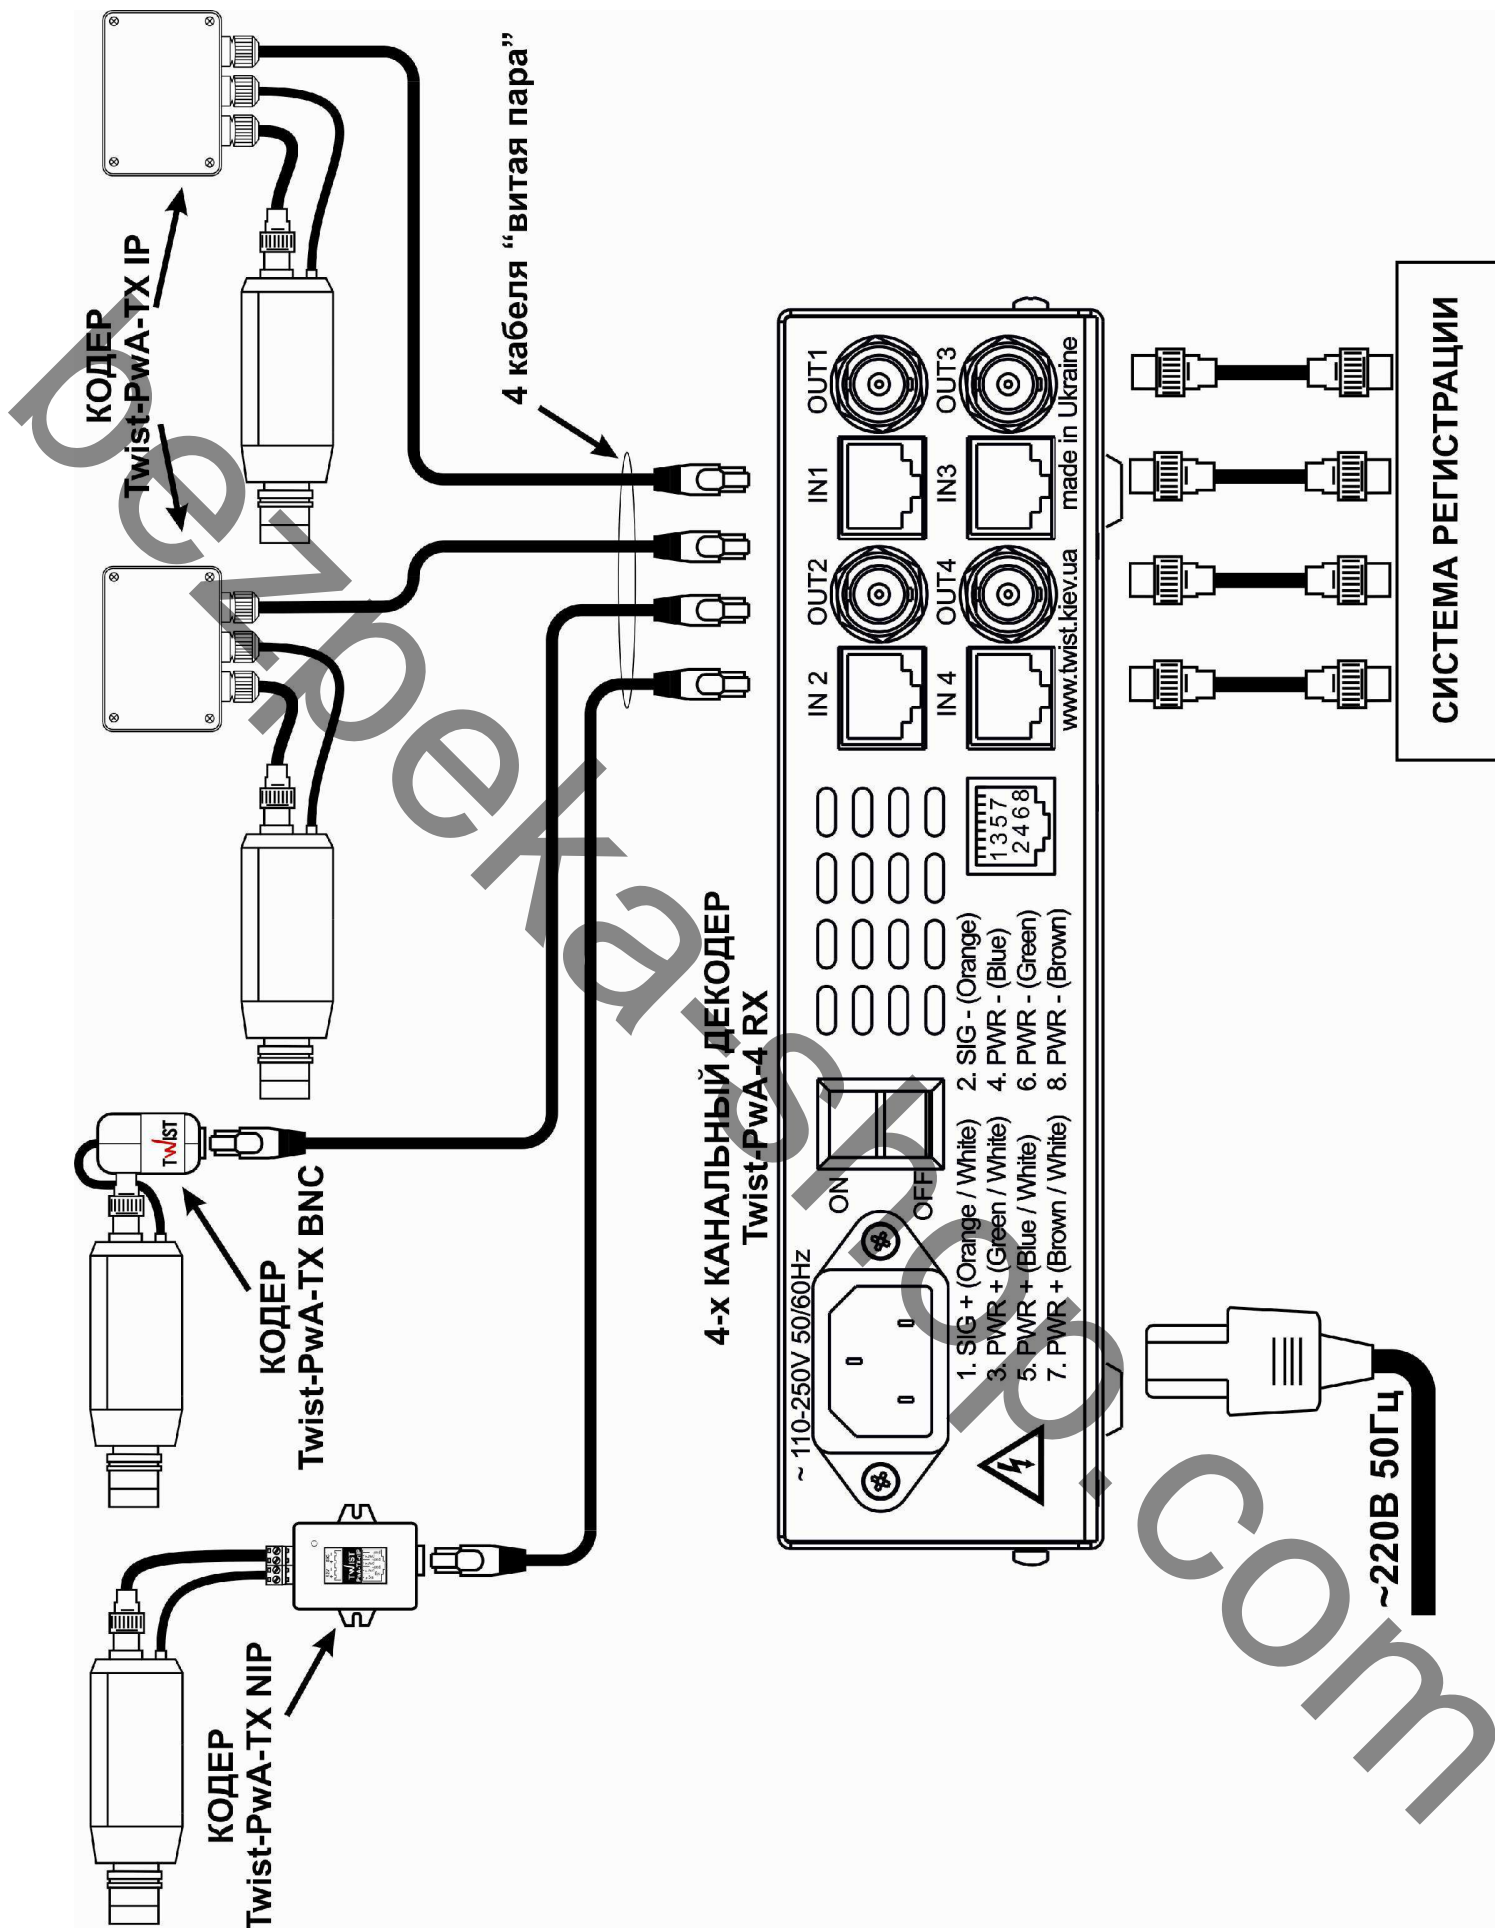

Рис.1 Схема подключения комплекта усилителей TWIST-PwA-4.
1. Соединение кодера и декодера должно производиться выделенным кабелем симметричной витой пары, изолированным от всех других проводов, а также от любых металлических конструкций. Пример соединения комплекта с использованием кабеля UTP показан на рис.1.
Подключите к выходу декодера аппаратуру регистрации (монитор) согласно рис.1. Подайте питание на комплект и убедитесь, что светодиоды на передней панели блока декодера и платах кодеров зажглись и изображения на всех каналах без искажений и помех.